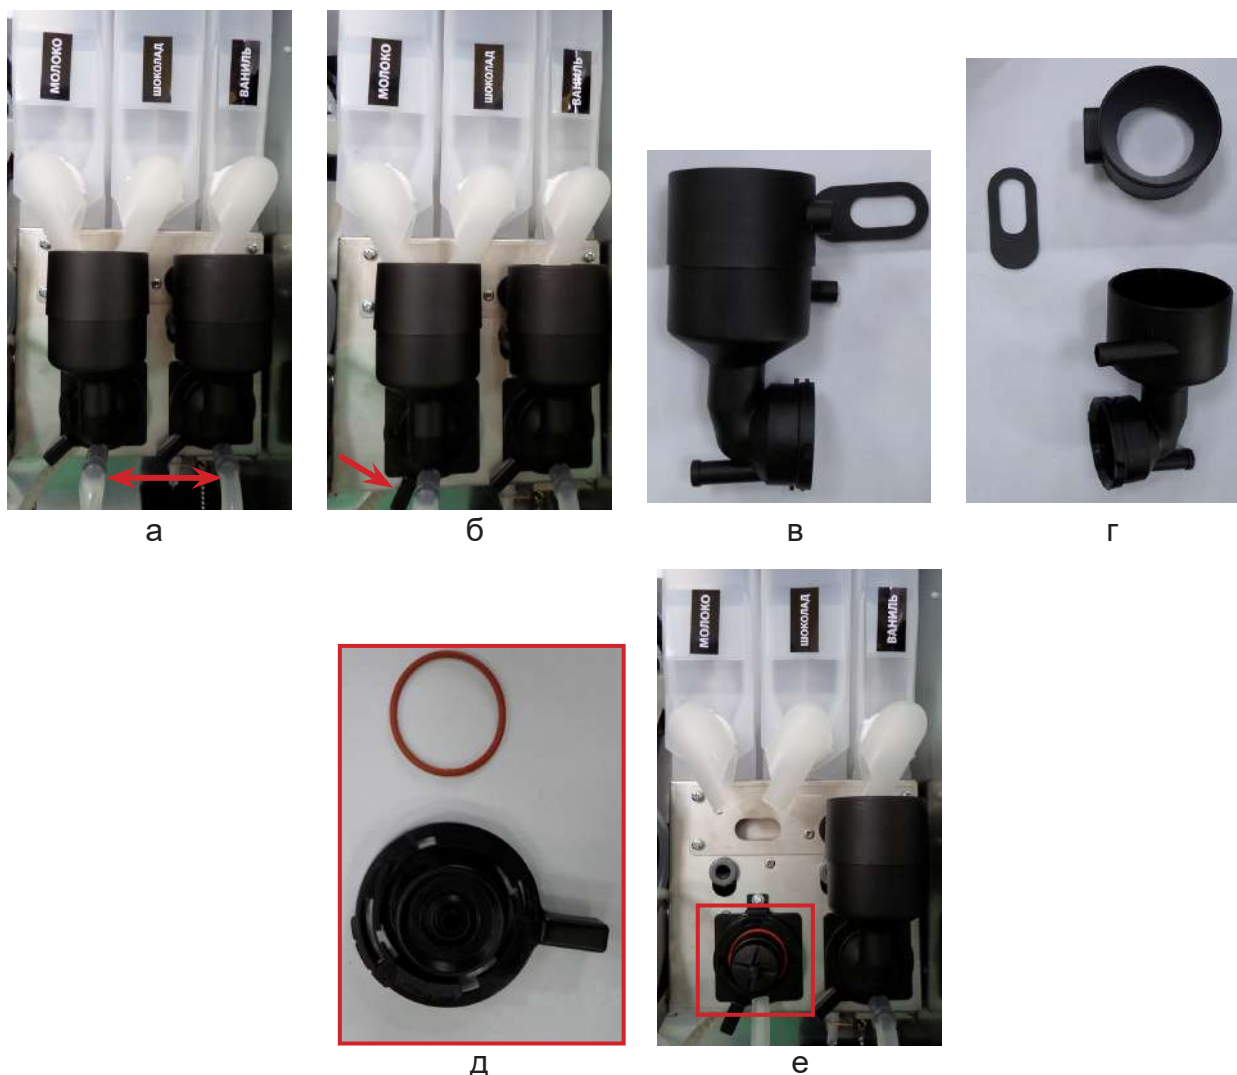

Рисунок 53 - Содержание еженедельной очистки
- Отсоедините трубку выдачи напитка, идущую от миксера (рис. 53а);
- Сдвиньте зажим фиксатора воронки миксера вниз (рис. 53б);
- Снимите воронку, аккуратно потянув её на себя (рис. 53в);
- Разберите воронку на части (рис. 53г);
- Снимите крыльчатку миксера, аккуратно потянув её на себя (рис. 53д);
- Снимите фиксатор воронки миксера и вытащите из него прокладку (рис.53е);